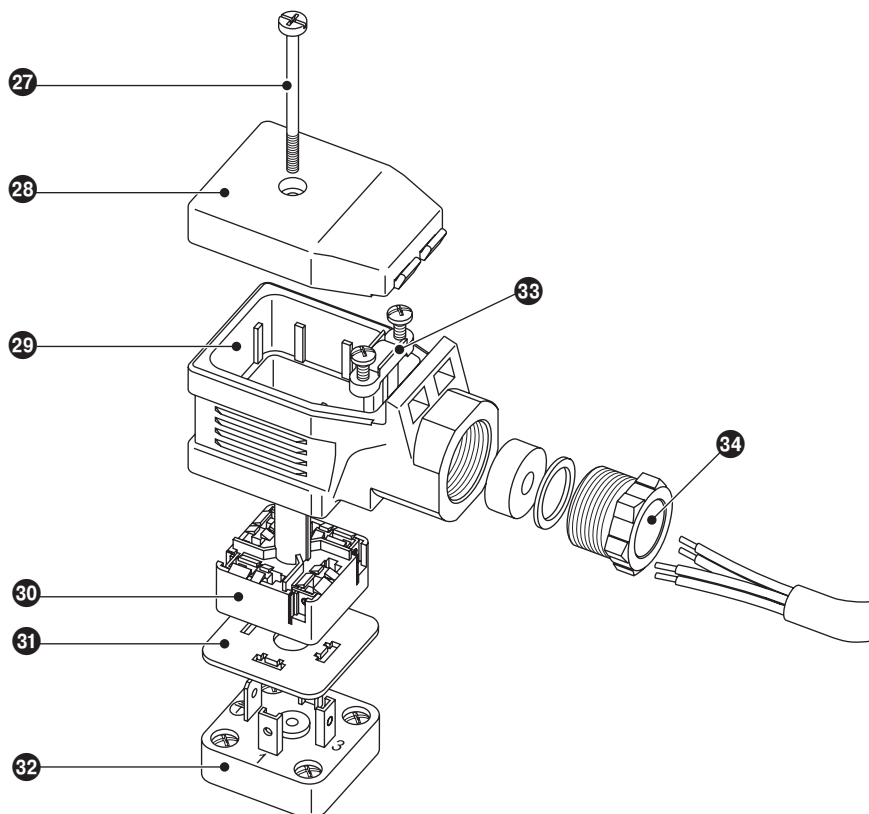

Fig. 22
1. Desapertar o parafuso 27. **Fig. 22**
1. Desapertar o parafuso 27. Fig. 22